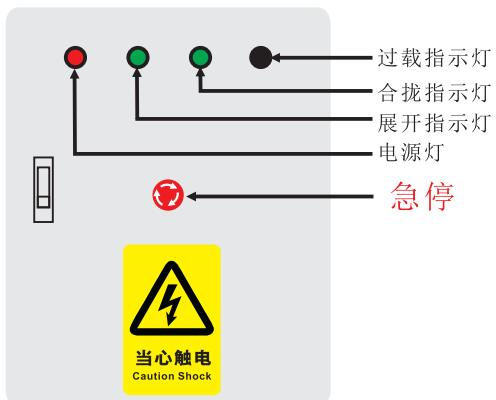

图1-2 配电箱
- C. 检查电源(配电箱：见图1-2)：是否符合系统要求。
2: 副支撑顶部导轨。如附图1-2
附图1-2顶部导轨